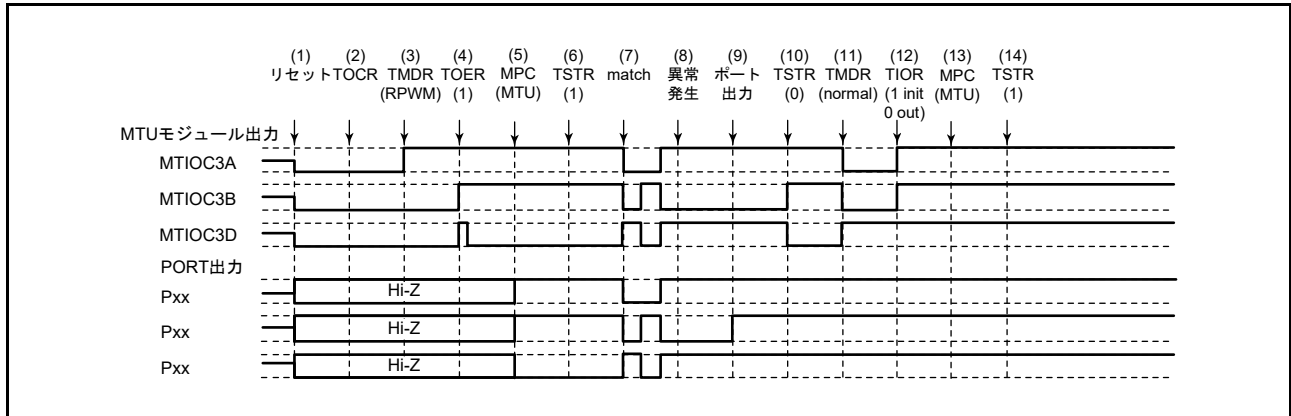

図 20.179 リセット同期 PWM モードで異常が発生し、ノーマルモードで復帰する場合
リセット同期 PWM モードで異常が発生し、再設定後ノーマルモードで再スタートする場合の説明図を図 20.179 に示します。
(1) ~ (10) は図 20.179 と共通です。
(11) PWM モード 1 を設定してください (MTU 出力は正相側が Low、逆相側が High となります)。
(12) TIOR レジスタで端子を初期化してください (PWM モード 1 では MTIOCnB (MTIOCnD) 端子に波形が出力されません。出力すべきレベルがある場合は、I/O ポートのポート方向レジスタ (PDR)、ポート出力データレジスタ (PODR) で汎用出力ポートの設定をしてください)。
(13) MPC と I/O ポートのポートモードレジスタ (PMR) で MTU 出力としてください。
(14) TSTR (TSTRB) レジスタで再スタートします。
(28) リセット同期 PWM モードで動作中に異常が発生し、相補 PWM モードで再スタートする場合の動作
- (11) TOERA (TOERB) レジスタで MTU3、MTU4 (MTU6, MTU7) の出力を禁止してください。
- (12) TOCR1A、TOCR2A (TOCR1B, TOCR2B) レジスタで相補 PWM の出力レベルと周期出力の許可 / 禁止を選択してください。
- (13) 相補 PWM を設定します (MTU の周期出力端子は Low になります)。
- (14) TOERA (TOERB) レジスタで MTU3、MTU4 (MTU6, MTU7) の出力を許可してください。
- (15) MPC と I/O ポートのポートモードレジスタ (PMR) で MTU 出力としてください。
- (16) TSTRA (TSTRB) レジスタで再スタートします。
(29) リセット同期 PWM モードで動作中に異常が発生し、リセット同期 PWM モードで再スタートする場合の動作
(11) MPC と I/O ポートのポートモードレジスタ (PMR) で MTU 出力としてください。
(12) TSTRA (TSTRB) レジスタで再スタートします。
(13) コンペアマッチの発生によりリセット同期 PWM 波形を出力します。